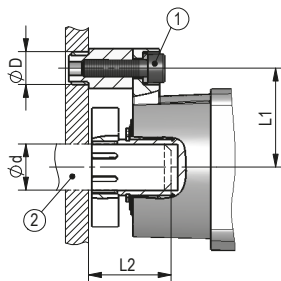
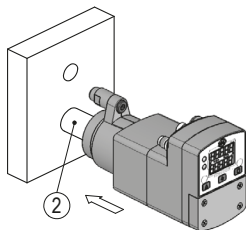
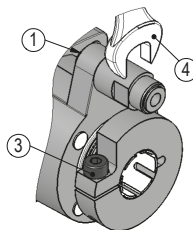
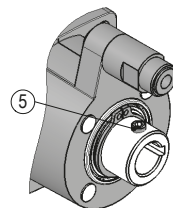

Abb. 1: Einbaumaße
Abb. 2: Montage
Abb. 3: Anzugsmoment-Schrauben
Abb. 4: Welle mit Passfedernut
- ▶ Sorgen Sie für einen geringen Wellen- und Winkelversatz zwischen Welle und Aufnahmebohrung durch geeignete Fertigungsmaßnahmen (siehe Abb. 1 + Tab. 1).
Unsachgemäße Montage der Drehmomentstütze (siehe Abb. 3) führt zur Zerstörung des Gehäuses.
Vorbereitung Montage (Abb. 1, Abb. 2, Abb. 3):
Montage (Abb. 1, Abb. 2, Abb. 3, Abb. 4):